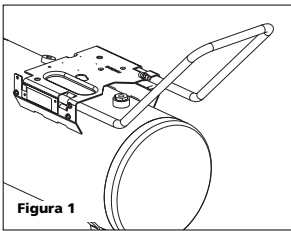

Figura 1
- Introduzca el mango en la cubierta y en la platina de base como indicado en la Figura 1. El mango tiene que ajustarse en los orificios especiales de la platina de base.